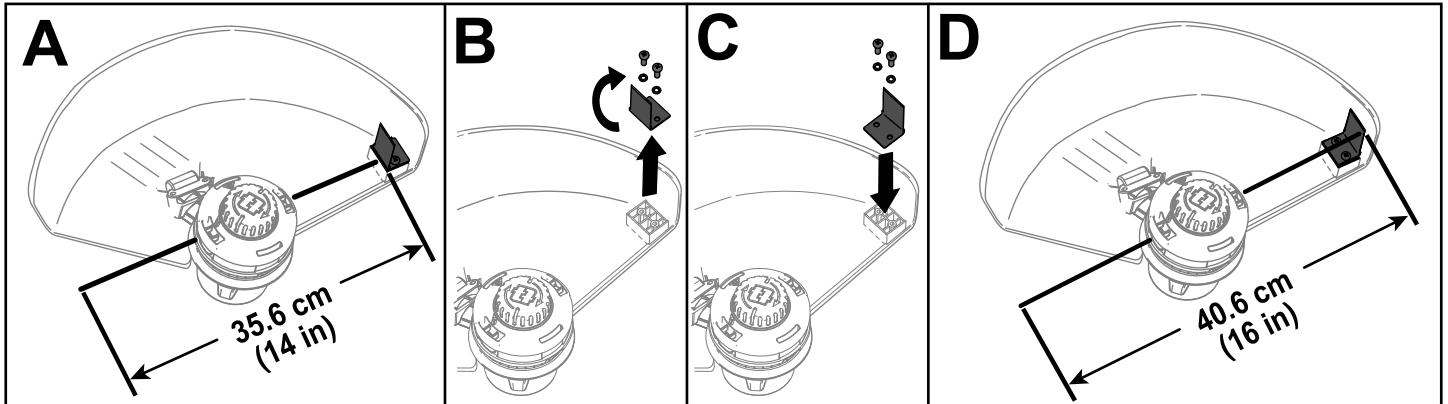

Bild 11
Der Freischneider ist werkseitig auf eine Mähswade von 36,6 cm voreingestellt, siehe A in Bild 11. Im Folgenden wird die Einstellung der Mähswade auf 40,6 cm erläutert, siehe D in Bild 11.
1. Entfernen Sie das Schwadblech aus der Unterseite der Schutzvorrichtung, indem Sie die 2 Befestigungsschrauben mit dem mitgelieferten Inbusschlüssel lösen (B in Bild 11). Drehen Sie das Schwadblech dann um 180°.
2. Sobald Sie das Schwadblech gedreht haben, installieren Sie es mit den 2 vorher entfernten Schrauben in der Schutzvorrichtung (C in Bild 11).